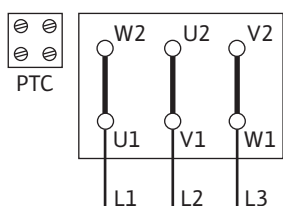

Fig. 10: Y-Δ-indítás
- A hálózati csatlakozás a P2 motorteljesítménytől, a hálózati feszültségtől és a bekapcsolási módtól függ. A kapocsdobozban található összekötő hidak szükséges kapcsolását az alábbi táblázat, valamint Fig. 10, 11 és 12 tartalmazza.